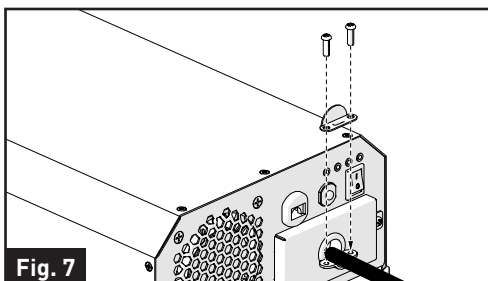

Fig. 7
- Remplacez l'attache et fixez-la à l'aide des 2 vis fournies. (Fig. 7)